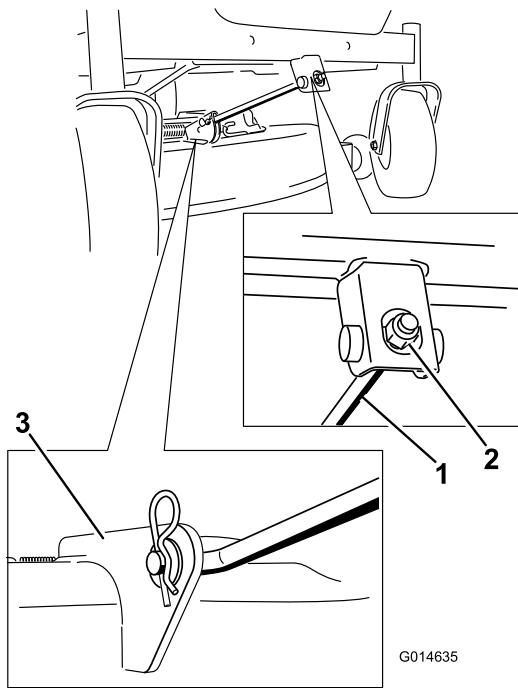

Figure 57
- Retirez la goupille fendue de la tige de support avant et déposez la tige du support de tablier (Figure 57).
6. Fixez la tige de support avant au tablier de coupe à l'aide de l'axe de chape et de la goupille fendue (Figure 57).